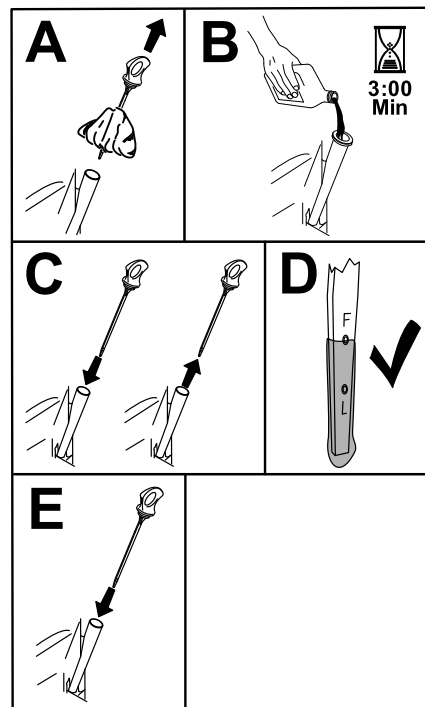

Bild 42
5. Gießen Sie langsam ungefähr 80 % der angegebenen Ölart in den Einfüllstutzen und füllen Sie dann vorsichtig mehr Öl ein, um den Ölstand an die **Voll**-Markierung zu bringen (Bild 42).